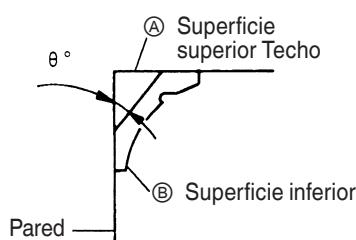
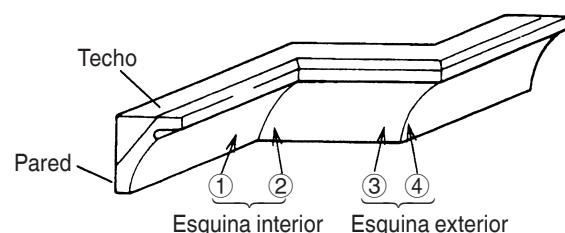
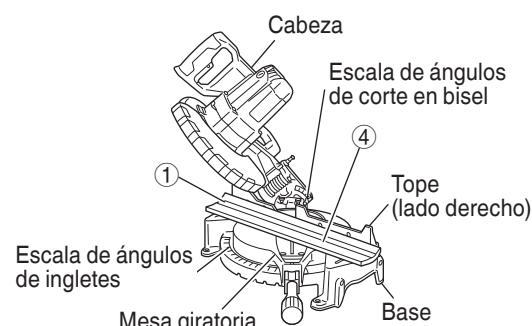

Fig. 18
Fig. 19
Fig. 20
En la Fig. 18 se muestran los tipos de moldura en vértice con ángulos de 38° y 45°.
Con respecto a las molduras en vértice típicas, consulte la Fig. 19
- 1) Ajuste para cortar molduras en vértice a los posiciones ① y ④ de la Fig. 19 (consulte la Fig. 20, incline la cabeza hacia la izquierda):
- ① Gire la mesa giratoria hacia la derecha y ajuste el ángulo de ingletes de la forma siguiente:
- ② Incline la cabeza hacia la izquierda y ajuste el ángulo de corte en bisel de la forma siguiente:
- ③ Coloque la moldura en el vértice de forma que la superficie superior (Ⓐ de la Fig. 18) entre en contacto con la escuadra de guía como se indica en la Fig. 22.
- ④ Ajuste para cortar molduras en vértice a los posiciones ② y ③ de la Fig. 19 (consulte la Fig. 21, incline la cabeza hacia la izquierda):
- ③ Coloque la moldura en el vértice de forma que la superficie superior (Ⓑ de la Fig. 18) entre en contacto con la escuadra de guía como se indica en la Fig. 23.